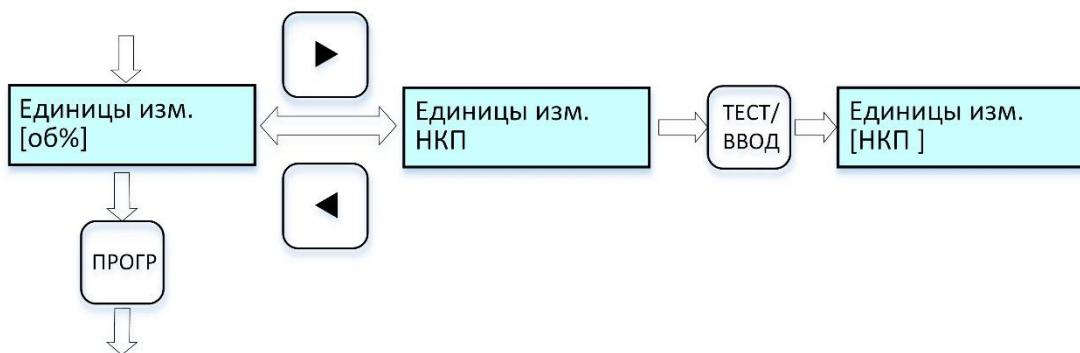

Рисунок 10 – Циклограмма выводимых сообщений на дисплей при выборе единиц измерения
2.6.5.6 Для выбора единиц измерения выполнить действия по п. 2.6.5.1 (при необходимости), далее по циклограмме рис. 10.